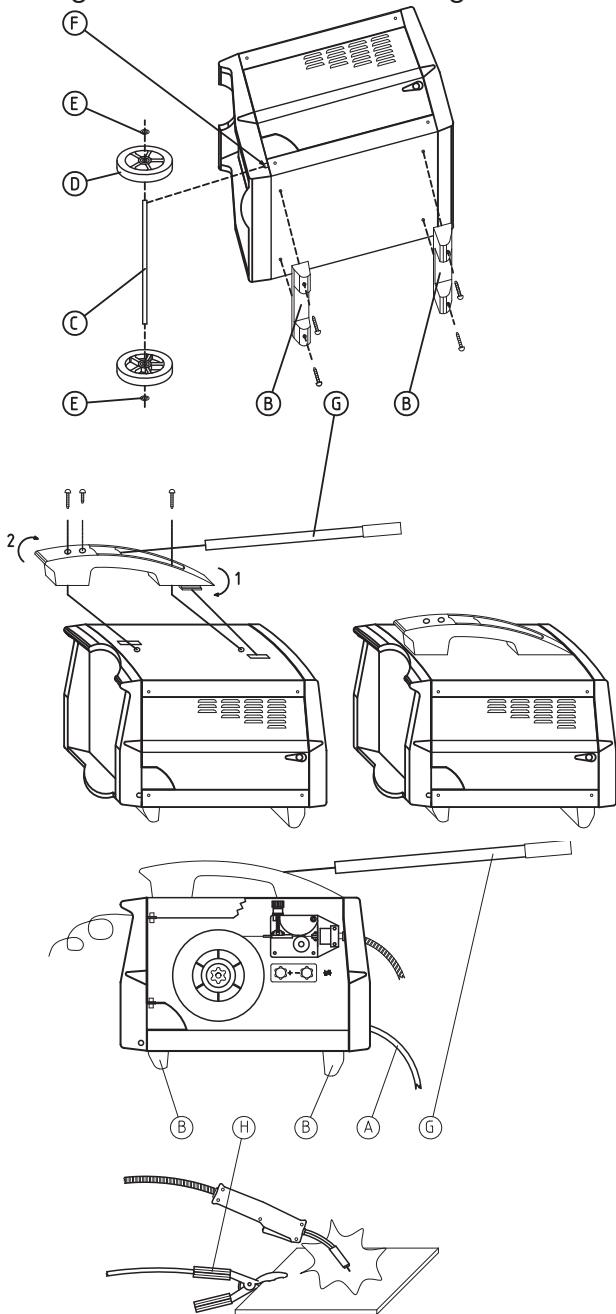

Fig.1
- Coloque la soldadora con cuidado sobre un costado y fije los dos pies de plástico (B) (delantero y trasero) a la parte inferior de la máquina, usando los cuatro tornillos suministrados de serie. Para el modelo con ruedas, quite con una herramienta la película (F) que cubre el alojamiento del eje y haga correr el eje (C) a través de los dos agujeros, y luego fije las dos ruedas (D) a los extremos del mismo. Sujete las ruedas en su posición, fijando las arandelas (E) de retención en los extremos del eje. Coloque nuevamente la máquina en posición vertical e introduzca la extensión del mango (G) en la parte delantera de la empuñadura para el transporte, fijándolo con el tornillo suministrado de serie (v. Fig. 1).